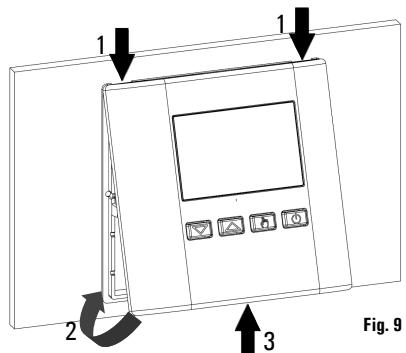

Fig. 9
- Refermer le boîtier et repousser vers l'intérieur avec un doigt la languette en plastique située sur le côté gauche de la base (indiquée par une flèche Fig. 9) et exercer une pression pour introduire l'extrémité de celle-ci dans le trou prévu à cet effet.